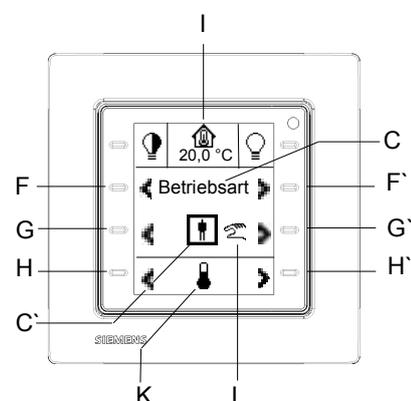

Bild: 22
Um zu den Displayseiten des Raumtemperaturreglers zu gelangen, navigiert man mit dem Tastenpaar (H und H`) in der untersten Zeile zur Funktionsgruppe „Raumtemperaturregler/Lüftersteuerung (K)“, siehe Bild 22. Mit dem Tastenpaar (F und F`) können nun die verschiedenen Einstellseiten des Raumtemperaturreglers/Lüftersteuerung ausgewählt werden. Dies sind die Displayseiten:
- zur Einstellung der Raumbetriebsarten, Automatik (Bild 22),